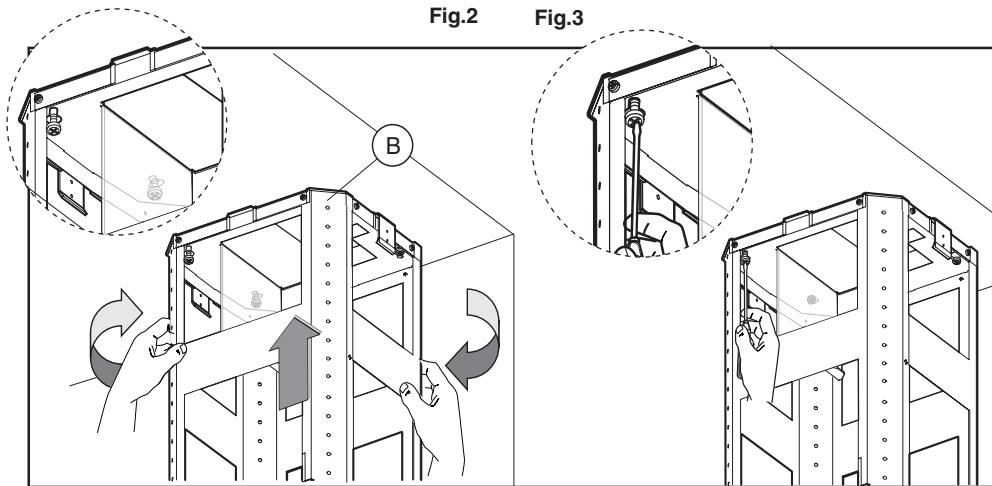

Fig.4
- Prendere la parte superiore della struttura **B** (fig.4) ed inserirla sulle 3 viti non avvitate completamente in corrispondenza delle 3 asole.
Fare una piccola rotazione per l'incastrato (fig.4).